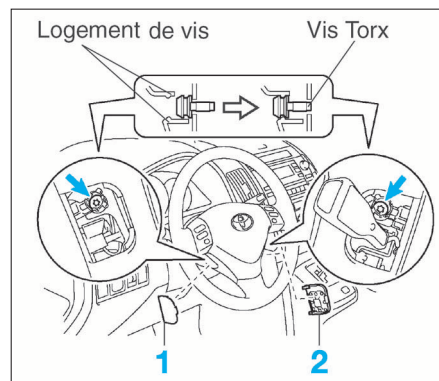

FIG. 1
- Déposer les deux caches (1 et 2) situés derrière le volant de direction à l'aide d'un tournevis fin pour accéder aux vis de fixation de l'airbag (fig. 1).
- A l'aide d'un tournevis Torx "T30", desserrer les deux vis jusqu'à ce que la gorge située à la circonférence de la vis atteigne le sommet du logement de celle-ci (fig. 1).